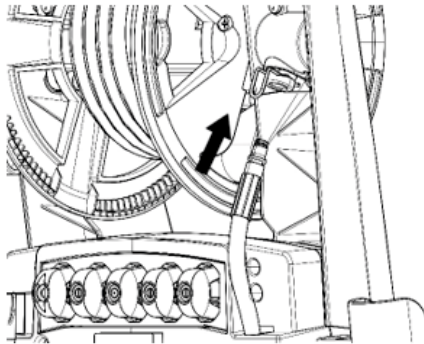

Рис. 8
7. Подсоедините шланг высокого давления к водопроводному патрубку на корпусе мойки (рисунок 8).